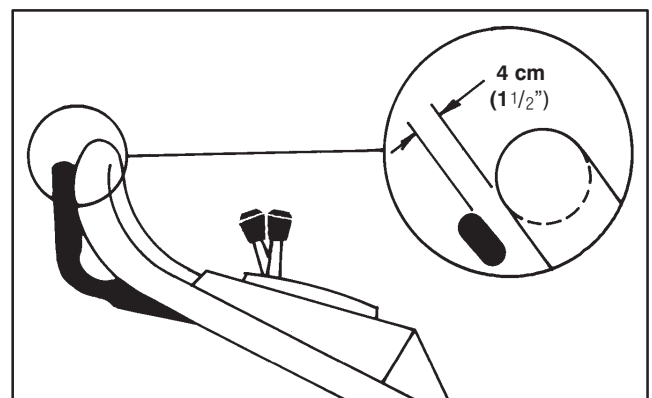

Abbildung 22
4. EINSTELLUNG KONTROLLIEREN—Die Einstellung ist richtig, wenn der Betätigungshebel etwa 4 cm von der Schiebestange entfernt ist (Abb. 22) und die Räder sich frei zu drehen beginnen.